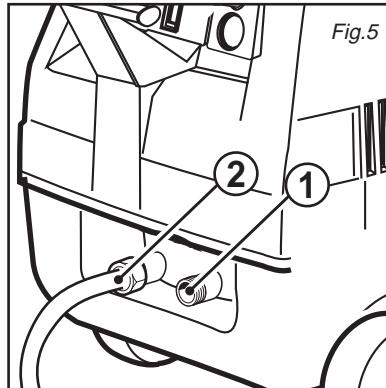

Fig.5
Raccorder le flexible d'entrée sur la machine (fig. 5, pos. 1) et au réseau de l'eau (pression max. 200 bars). Dans le cas où une alimentation hydrolique ne serait pas disponible on peut utiliser n'importe quelle source, qu'elle soit sous pression positive ou pas.